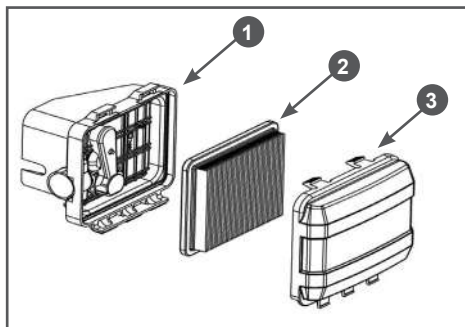

Рис. 18. Обслуживание воздушного фильтра
1. Нажмите на фиксаторы и снимите крышку 3 воздушного фильтра (Рис. 18).
2. Извлеките фильтрующий элемент 2 (Рис. 18).
3. Извлеките фильтрующий элемент 1 (Рис. 18).
4. Произведите очистку крышки 3 воздушного фильтра и корпуса 1, не допуская попадания пыли и грязи в карбюратор (Рис. 18).